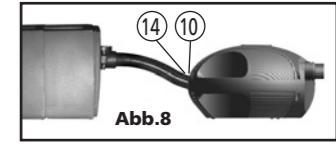

Abb. 8
- 3) Setzen Sie den Fernadapter (10) in die Öffnung ein. Überprüfen Sie, ob der Adapter richtig über den beiden Stümpfen sitzt (Abb. 8)
- 5) Verbinden Sie den Pumpenkorb durch flexible Schläuche (nicht enthalten) und durch einen Schnellverbinder mit dem Filter (Abb. 8)